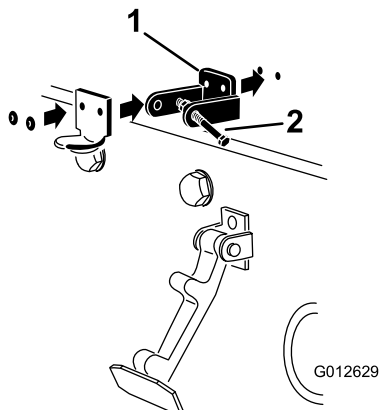

図 4
- CEロックブラケットとフードラッチブラケットの穴を整列させてフードにセットする 図 4。
- ブラケットとワッシャをフードにリベットで固定する 図 4。